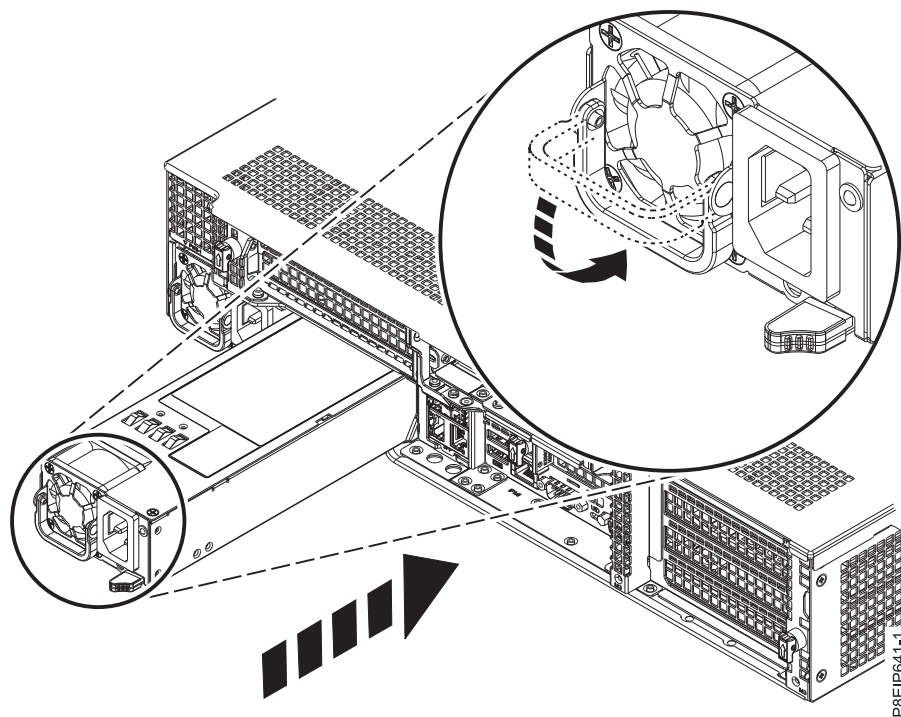

Figura 56. Sustitución de una fuente de alimentación en el sistema
2. Alinee la fuente de alimentación con la bahía, como se muestra en la Figura 56. El ventilador está a la izquierda y el enchufe a la derecha. Deslice la fuente de alimentación en el sistema hasta que el pestillo encaje en su sitio.